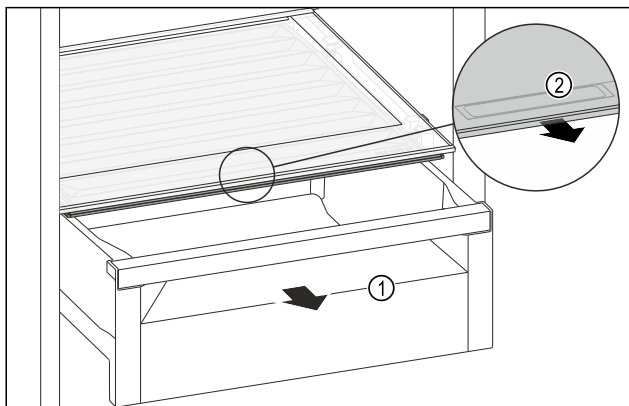

Fig. 137
- Izvlecite predal Fig. 137 (1).
- Primite prijemalno vdolbino Fig. 137 (2) na pokrovu predala in predal istočasno povlecite naprej.